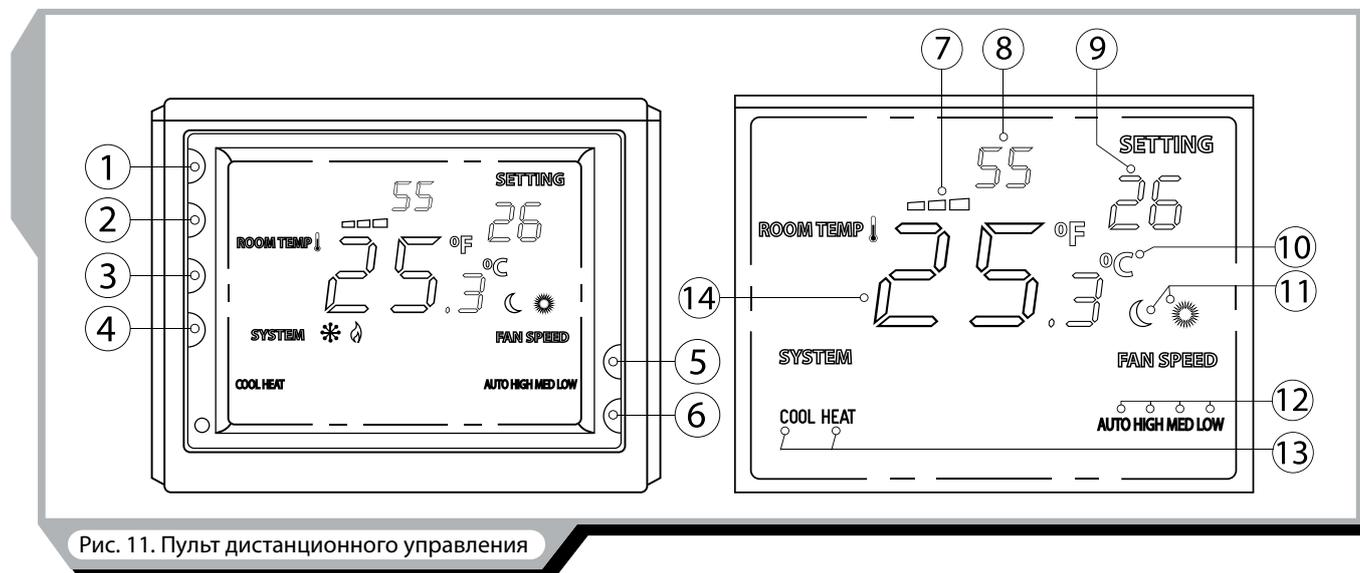

Рис. 11. Пульт дистанционного управления
Система автоматического управления оснащена дистанционным пультом управления (рис. 11), который обеспечивает:
Включение/выключение установки осуществляется кнопкой (1), рис. 11. Расход воздуха (LOW, MED, HIGH или AUTO) устанавливается последовательным нажатием кнопки (3) см. рис. 11, при этом устанавливаемая скорость отображается на экране пульта управления. Установка режима «день» / «ночь» осуществляется кнопкой (4). Для перевода системы из режима «день» в режим «ночь» необходимо нажать кнопку (4) и удерживать ее в течении 5 с. Установленный режим отображается на экране пульта управления (11). В режиме «день» установка поддерживает установленную температуру в помещении. В режиме «ночь» установка поддерживает температуру 18 °C в режиме нагрева и температуру 25 °C в режиме охлаждения.